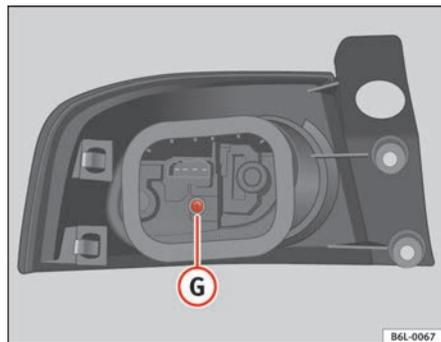

Fig. 166 Feux arrière dans la carrosserie
- Dévisser la vis **G** ⇒ fig. 166.